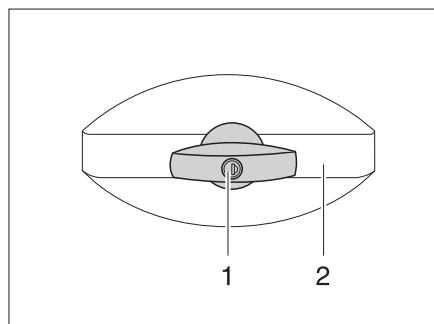

Bild 27 Klappenschloss, ellipsenförmig, verschlossen
- Schlüssel in Schließzylinder (Bild 27,1) stecken und eine viertel Umdrehung entgegen dem Uhrzeigersinn drehen. Schlossgriff (Bild 27,2) schnappt heraus.